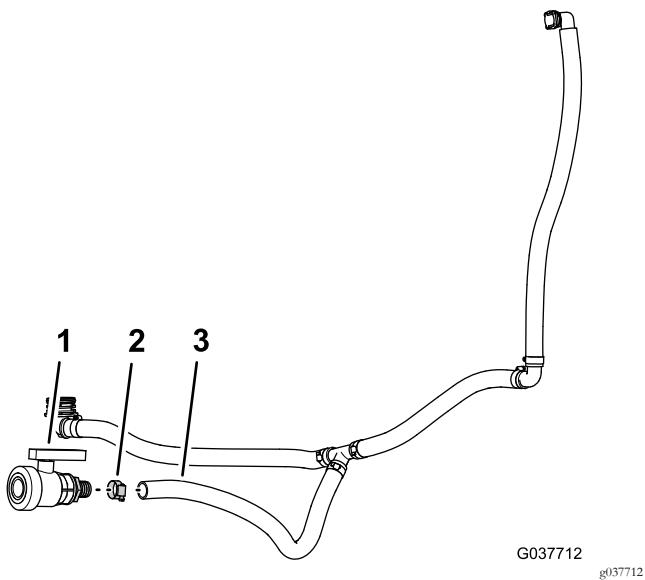

Figura 73
- Monte a união estriada da válvula de drenagem que removeu no passo 6 de 5 Retirar os componentes de distribuição, drenagem e agitação \(página 15\) ao tubo de drenagem (104 cm) do conjunto do tubo de distribuição e de drenagem (Figura 73).
- Prenda a válvula de drenagem ao tubo com a braçadeira de tubos (Figura 73) que retirou no passo 6 de 5 Retirar os componentes de distribuição, drenagem e agitação \(página 15\).